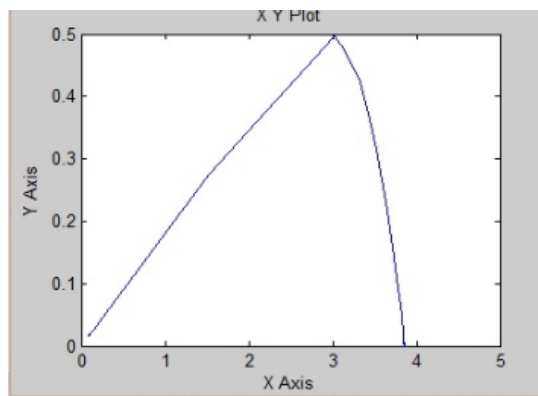

figura 5
8. Una vez aquí trabajaremos con simulink. Lo usaremos para hacer un diagrama de bloques que nos permitira observar las graficas IV y PV[figura 5] de las placas solares. También podremos trabajar y experimentar con los resultados gracias a las alta gamma que ofrece el programa. Pudiendo cambiar la duración del pulso(PWM).